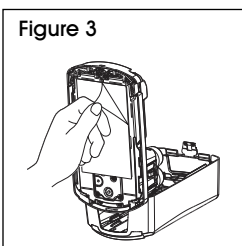

Figure 3
1. Décollez le papier du ruban adhésif. Nettoyez la surface d'installation à l'aide d'un tampon imbibé d'alcool. Laissez sécher la surface pendant 60 secondes. (Voir Figure 3)